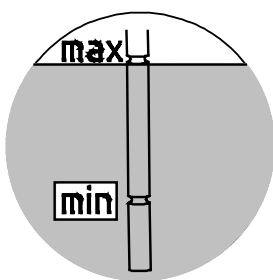

Figura 27: controllo del livello dell'olio con l'astina di misura
4. **Riduttori con serbatoio di livello dell'olio:** il livello dell'olio deve essere controllato con il tappo munito di astina (filettatura G1¼) nel serbatoio di livello dell'olio. Con l'astina completamente avvitata, il livello dell'olio deve essere compreso tra la tacca inferiore e quella superiore (vedere Figura 27). Il livello dell'olio deve essere eventualmente rabboccato con il tipo di olio corrispondente. È consentito azionare questi riduttori solo nella posizione di installazione specificata nel capitolo 7.1 "Posizioni di montaggio e manutenzione".